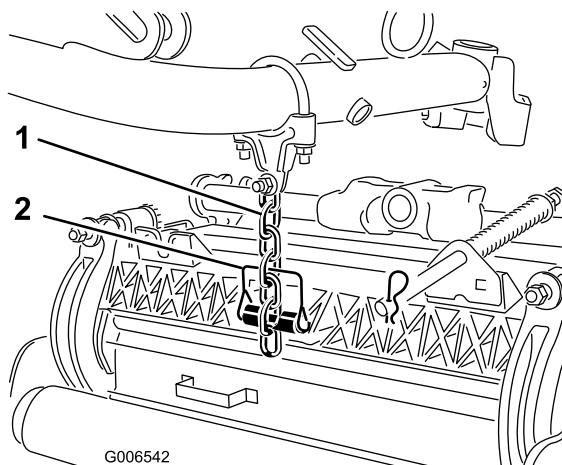

Bild 13
7. Befestigen Sie die Hubarmkette mit dem Einraststift an der Kettenhalterung des Mähwerks (Bild 13).